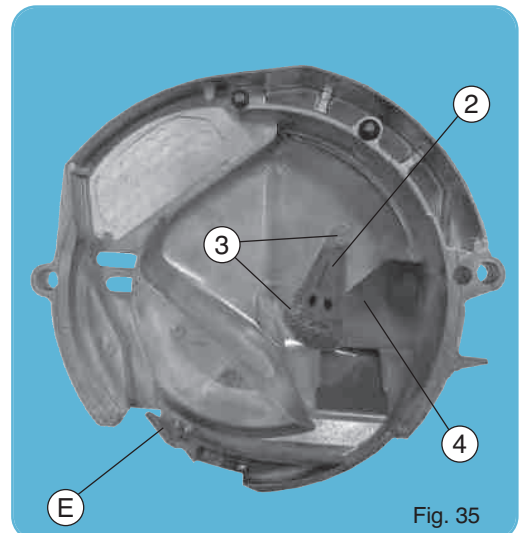

Fig. 35
2. POSITION BASSE (fig. 35) POUR PETITES GRAINES, c'est-à-dire tournesol, betterave, sorgho...
2. LOW POSITION (fig. 35) FOR SMALL SEEDS, i.e. sunflower, beets, sorghum...
2. POSICIÓN BAJA (fig. 35) PARA GRANOS DE PEQUEÑO CALIBRE, es decir girasol, remolacha, sorgho...
2. POSIZIONE BASSA (fig. 35) per SEMI PICCOLI (girasole-bietole-sorgho-ecc.)